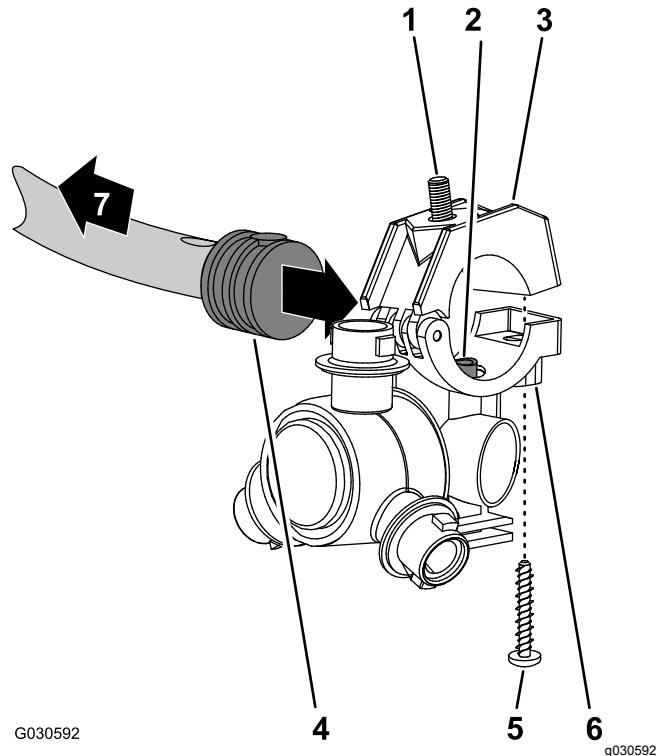

Figure 131
1. Alignez le tube de transfert dans le demi-collier inférieur d'une buse de pulvérisation (Figure 131) et le trou dans le côté de l'anneau cannelé simple (1/2").
2. Fermez le demi-collier supérieur autour de l'anneau cannelé et fixez le demi-collier et le corps de la buse de pulvérisation (Figure 131) avec la vis en acier inoxydable (nº 12 x 1 1/4") ; serrez la vis en acier inoxydable à un couple de 14 à 18 N·m.